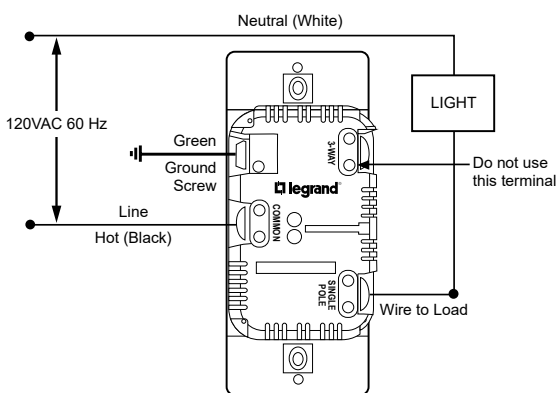

Figure 1
4. Connect dimmer as shown in the installation diagram using #12 or #14 AWG stranded or solid copper conductors. Strip wire using gauge on back of device (Figure 1 or Figure 2).
- Connecter le gradateur comme illustré sur le schéma de câblage en utilisant des conducteurs en cuivre massifs ou torsadés de calibre 12 ou 14 AWG. Dénuder les fils en utilisant le gabarit reproduit au dos de l'unité. (Figure 1 ou Figure 2)